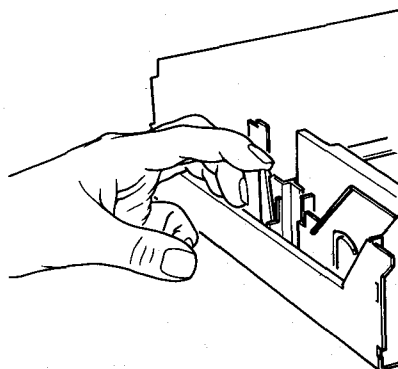

Fig. 2-1-9
- Nach Beseitigung der Serviceluke auf der Unterseite des Gerätes ist die Unterseite des Laufwerks zugänglich. Dadurch dass der Haken "J" (siehe Bild 2-1-9) ein wenig auswärts gedrückt wird, lässt sich das ganze Laufwerk über die Oberseite des Gerätes ausbauen.